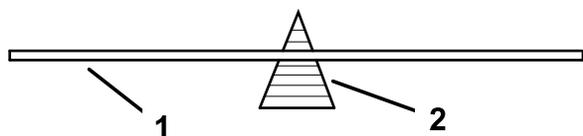

Рисунок 39
- Только для прямых ножей: проверьте балансировку ножа, поместив его в балансировочное устройство для ножей (Рисунок 39).